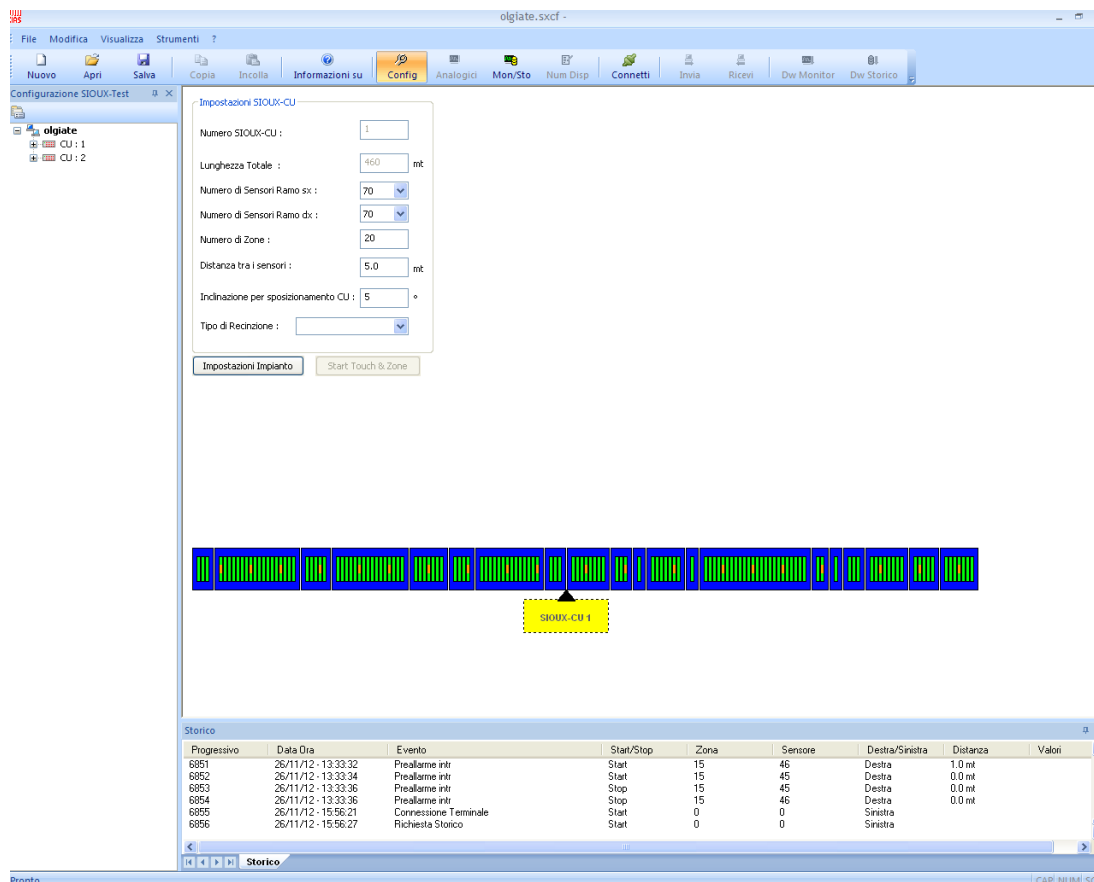

figura 21
Nella figura 21 viene mostrato il pannello con le informazioni relative alla Sioux-CU:
- **Numero Sioux-CU:** numero di Sioux-CU presenti o configurate nell'impianto, nella figura 21 l'impianto è formato da una sola Sioux-CU "1".